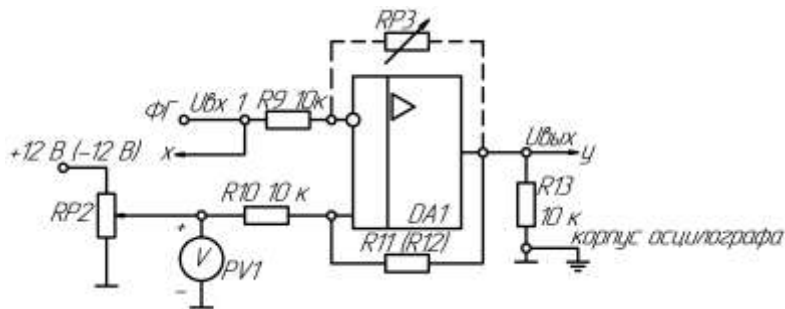

Рисунок 24 - Схема двухвходового компаратора
1) Собрать схему двухходового компаратора с положительной обратной связью согласно рис. 24. В качестве резистора обратной связи применить переключаемый резистор RP3 (10...200 кОм). В качестве опорного напряжения  $U_{оп}$  использовать регулируемое постоянное напряжение. На инвертирующий вход подключить функциональный генератор, используя его в режиме синусоидального сигнала " $\sim$ ";